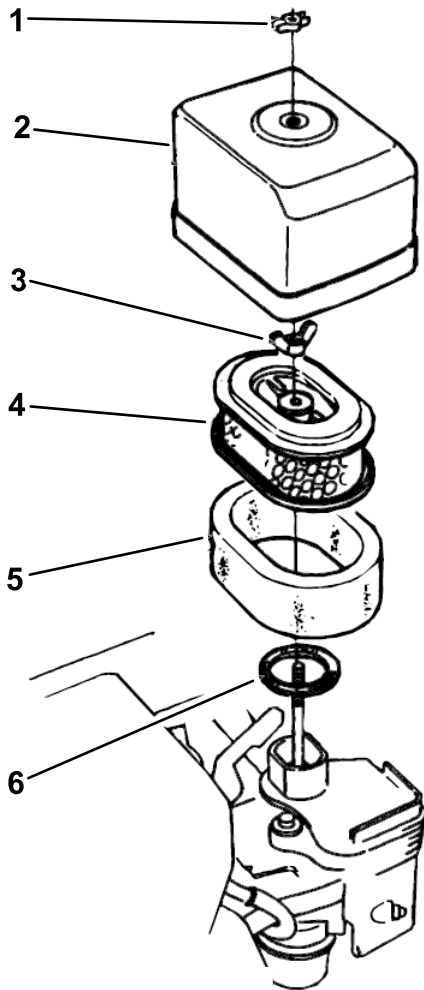

Figure 21
2. Retirez l'écrou à oreilles qui fixe le couvercle du filtre à air et déposez le couvercle. Nettoyez soigneusement le couvercle (Figure 21).
3. Retirez l'écrou à oreilles du filtre à air et déposez le filtre (Figure 21).
4. Déposez l'élément en mousse de l'élément en papier (Figure 21).